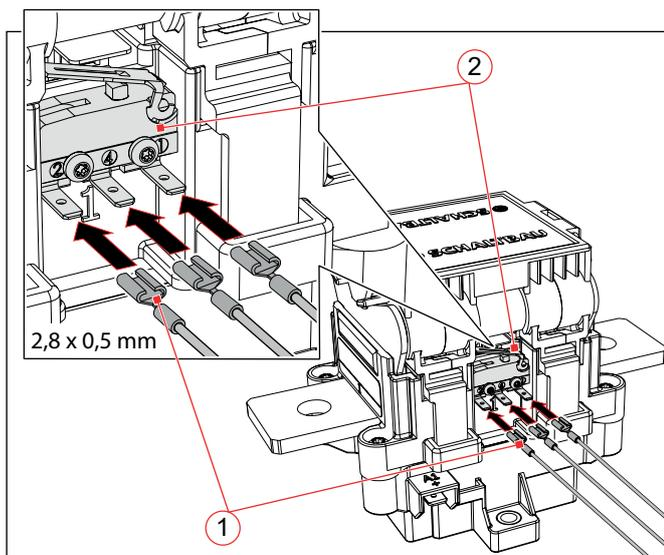

Abb. 16: Hilfsschalter S880 anschließen (die Abbildung zeigt C360A, die Vorgehensweise bei C360K und C360S ist identisch)
- ▶ Steuerleitungen und Flachsteckhülsen nur in Steckrichtung bewegen und verlegen, siehe **Abb. 16**.
- ▶ Die vorbereiteten Steuerleitungen mit den Flachsteckhülsen (1) an die Anschlüsse (2) des Hilfsschalters aufstecken.